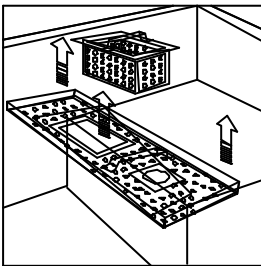

Fig. 11
- Limpiar diariamente la bandeja y el recogedor de desperdicios (Fig. 11).